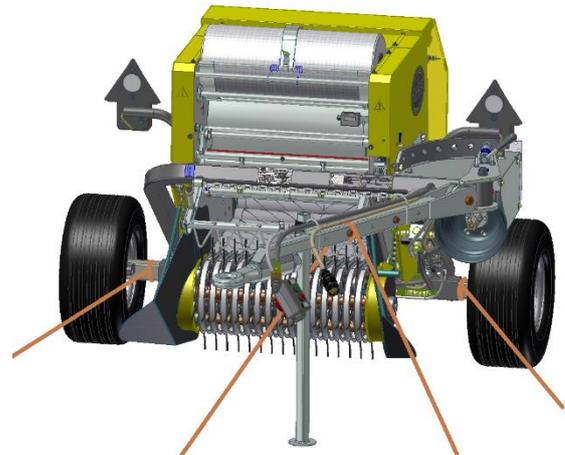

Fig. 17 Modalità di ancoraggio
- I punti di ancoraggio consigliati sono sul telaio in prossimità delle ruote e sul timone come raffigurato in Fig. 17.
- Se la macchina deve essere caricata su un altro mezzo di trasporto (ad esempio un rimorchio), legarla saldamente e vincolarla al pianale mediante funi di ancoraggio come indicato in Fig. 17.